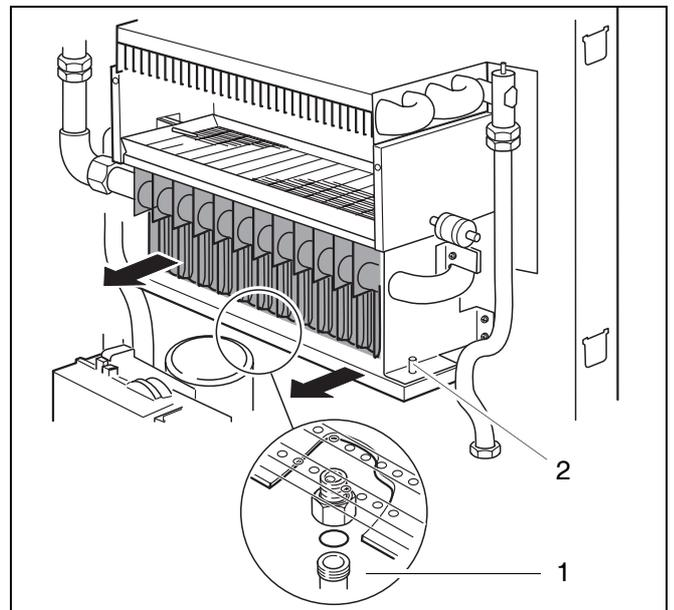

Fig. 45 Smontare la piastra degli ugelli
- Staccare il dado del raccordo gas della piastra degli ugelli (fig. 45, pos. 1).
- Svitare le viti sinistra e destra (fig. 45, pos. 2) ed estrarre la piastra degli ugelli.